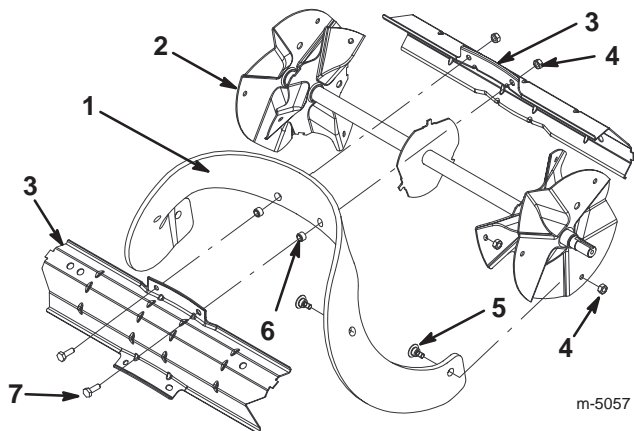

Figure 14
1. Enlevez les quatre vis Torx et les quatre contre-écrous qui fixent les bords extérieurs de la pale à l'ensemble turbine (Fig. 14).
2. Enlevez les deux vis à tête hexagonale et les deux contre-écrous qui fixent le centre de la pale au rotor (Fig. 14).
3. Déposez la pale en la faisant coulisser entre les pièces du rotor (Fig. 14).
3. Fixez la pale aux parties du rotor à l'aide des deux vis à tête hexagonale et des deux contre-écrous enlevés précédemment. Placez la tête des vis sur le côté épais de la pale (Fig. 14 et 15).
4. Courbez la pale et fixez-la avec les vis Torx et contre-écrous restants, en plaçant la tête des vis sur le côté épais de la pale (Fig. 14 et 15).